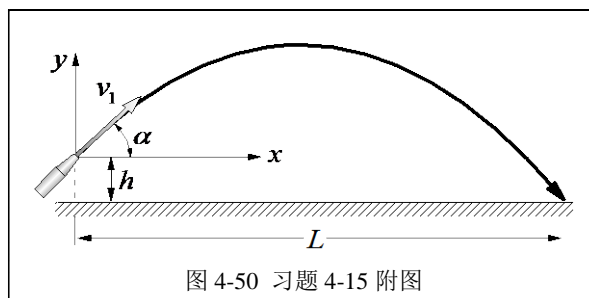

图 4-50 习题 4-15 附图
**4-15** 如图 4-50 所示，一水枪在距离地面  $h=0.8\text{m}$  的高度以  $\alpha=40^\circ$  的仰角将水喷射到  $L=5\text{m}$  远的地点。喷枪口直径  $d=0.0125\text{m}$ ，水的密度  $\rho=1000\text{kg/m}^3$ 。试确定喷口处的质量流量。